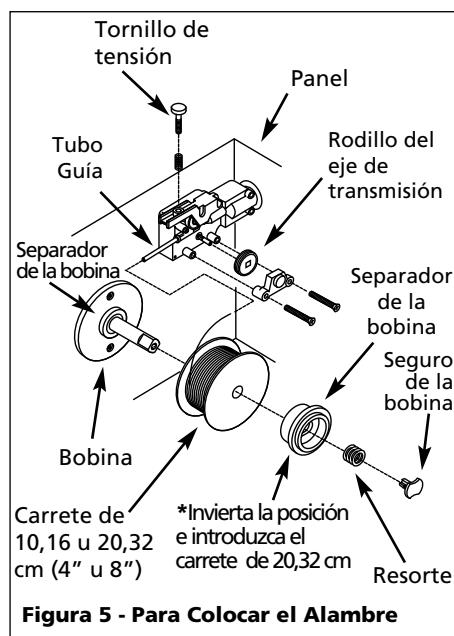

Figura 5 - Para Colocar el Alambre
*Vea las instrucciones de ensamblaje en la Figura 5.